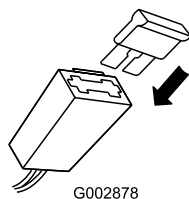

Figura 8
2. Inserite il fusibile (a corredo nel sacchetto delle parti sciolte) nel portafusibili (Figura 8).